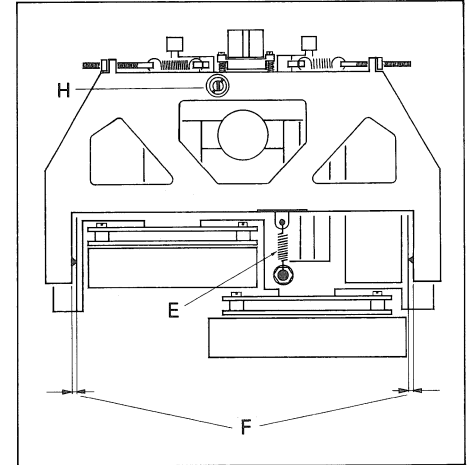

Fig. 3.3
- Der Schwenkträger muss über die Rückzugsfeder [E] geerdet sein (Fig. 3.3, Ansicht von unten).
- The pivoting carrier must be connected to ground via the retraction spring [E] (Fig. 3.3, bottom view).
- Le support des têtes doit être mis à la terre par l'intermédiaire du ressort de rappel [E] (fig. 3.3, vue de dessous).
- Kontrollieren, ob die beiden Gewindestifte an den Drehpunkten des Schwenkträgers so einstellt sind, dass auf beiden Seiten der Abstand Schwenkträger – Doppelkapstanguss [F] gleich gross ist (Fig. 3.3).
- Die Eintauchtiefe wird mit der Einstellschraube [H] (Fig. 3.3) so eingestellt, dass das andere Ende des Mess-Schiebers sich im Bereich der eingefrästen Markierung befindet.
- Ensure that the two headless setscrews at the pivoting point of the carrier are adjusted in such a manner that the clearance between pivoting carrier and dual capstan casting [F] is identical on both sides (Fig. 3.3).
- Adjust engaged length by adjusting screw [H] (Fig. 3.3) in such a manner that the opposite end of the measuring slide is located within the area of the milled marking.
- Les tiges filetées des points de rotation doivent être réglées de telle façon que la distance entre le support pivotant et le châssis du double cabestan [F] soit la même de part et d'autre (fig. 3.3).
- Ajustez la profondeur de pénétration à l'aide de la vis [H] (fig. 3.3) de façon à ce que l'autre extrémité du curseur soit en face du repère fraisé.